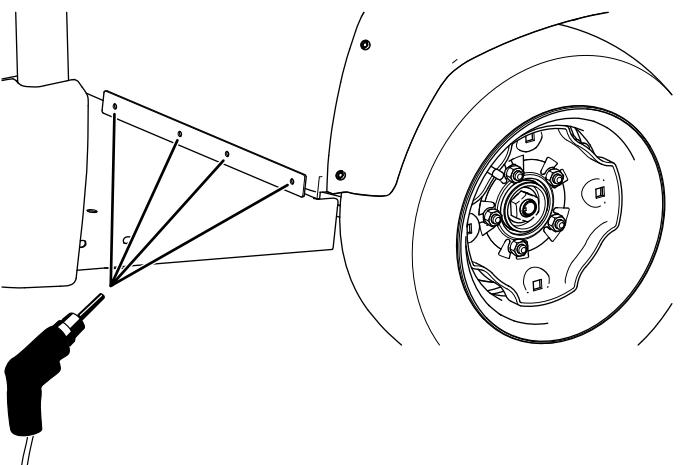

図6
9. シールを型紙にして、フロアプレートとシートベースの各側に4つの穴直径5.6 mmを開ける図6。